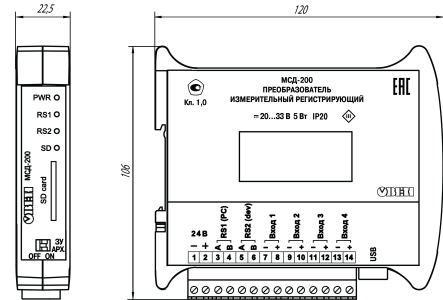

Рисунок 2 – Габаритные размеры
1. Подготовить место на DIN-рейке для установки прибора (см. рисунок 2).